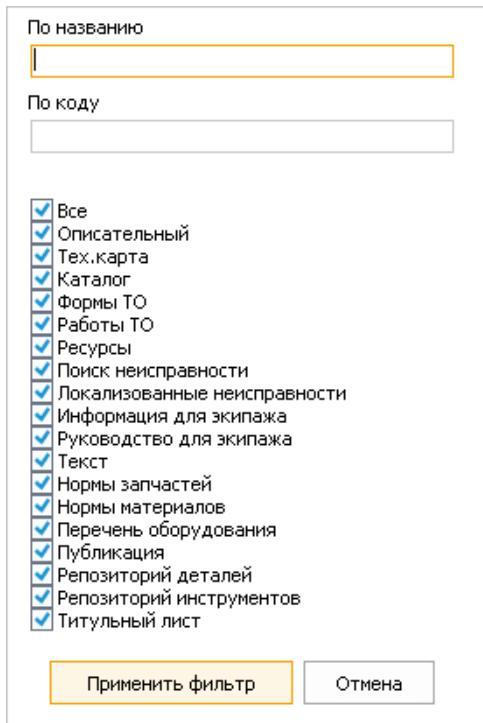

Рис. 54
2. Выберите команду **Изменить фильтр**. При этом появится окно выбора фильтра (Рис. 54).